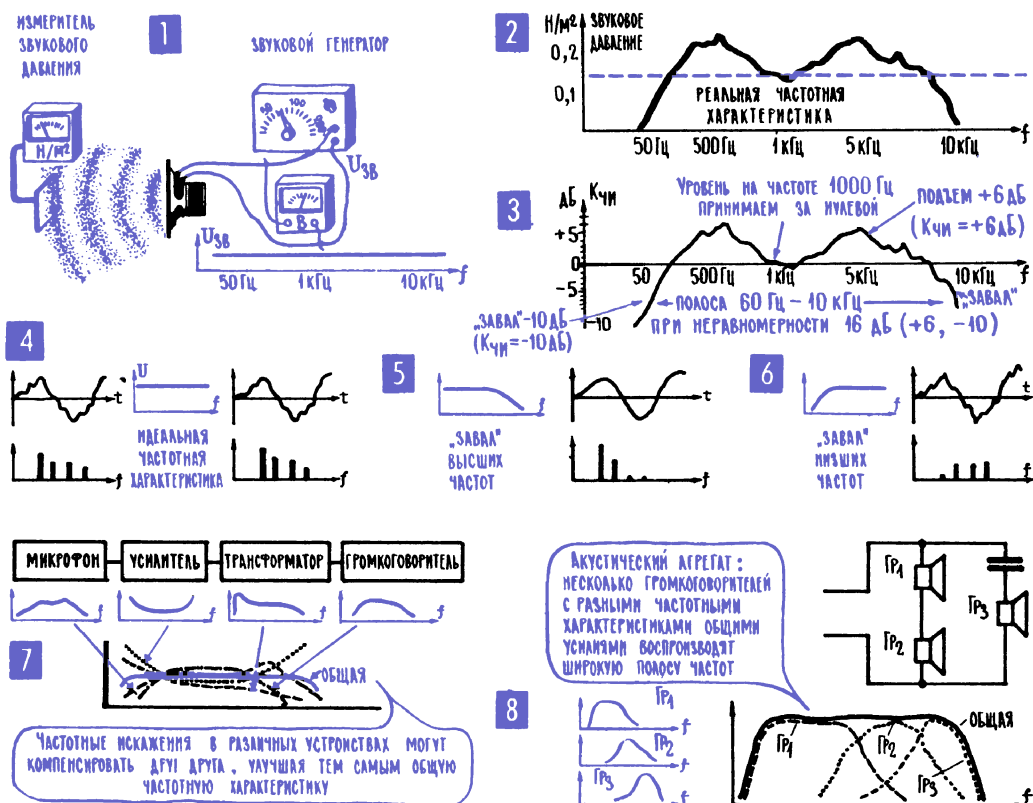
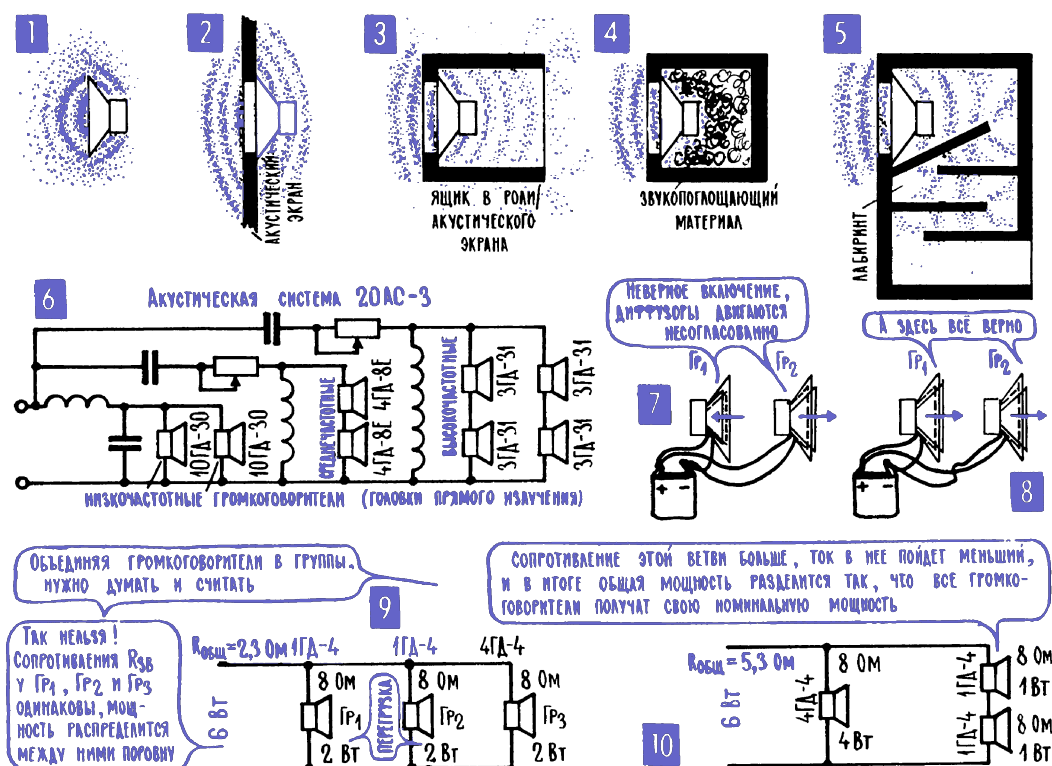

Рис. 8.8. Частотные свойства громкоговорителей (динамиков)
Рис. 8.9. Акустические системы (колонки)
13. Частотные искажения: в спектре сигнала меняются соотношения между отдельными составляющими. Другой вид искажений формы сигнала, с которым мы встречаемся в громкоговорителе, а затем еще не раз встретимся в других устройствах, – это частотные искажения. Здесь никакие новые составляющие в спектре не появляются, а меняются соотношения между «старыми» составляющими сигнала (рис. 8.8).
14. *Частотная характеристика громкоговорителя показывает, насколько хорошо он преобразует ток в звук на разных частотах.* С частотными характеристиками мы уже встречались, когда пытались выяснить, как ведут себя те или иные элементы электрической цепи при изменении частоты переменного тока (гл. 6; 18). Для того чтобы получить частотную характеристику громкоговорителя, нужно подвести к нему переменное напряжение, менять частоту этого напряжения (поддерживая все время одинаковой его амплитуду, число вольт) и одновременно измерять звуковое давление (рис. 8.8; 1). Желаемая частотная характеристика громкоговорителя – прямая линия, она говорит о том, что громкоговоритель будет одинаково хорошо преобразовывать ток в звук на всех частотах. Пусть даже не на всех. На всех, пожалуй, и не нужно, идеальным вполне можно было бы назвать громкоговоритель, если бы его частотная характеристика была прямой в диапазоне примерно от 20 Гц до 20 кГц, то есть в том диапазоне, в котором слышит человеческое ухо.
Частотные характеристики громкоговорителя с большим диффузором имеют понижение, или, как принято говорить, завал, в области высших частот – за счет большой инерции большому диффузору, захватывающему большие объемы воздуха, с увеличением частоты все труднее следовать за изменениями тока. Но зато громкоговорители с большим диаметром диффузора хорошо воспроизводят низшие звуковые частоты, и их так и называют – низкочастотными. А маленькие диффузоры, наоборот, легко двигаются на высших частотах, но плохо излучают на низших, за что их и называют высокочастотными. Есть громкоговорители универсальные, они удовлетворительно воспроизводят и весьма высокие частоты, и довольно низкие. Однако же если хотят воспроизвести очень широкую полосу звуковых частот, то создают акустические агрегаты, куда входят и низкочастотные громкоговорители, и высокочастотные (рис. 8.8; 8).
то характеристику эту изображают иначе. Звуковое давление на некоторой частоте, обычно на частоте 1000 Гц, принимают за единицу и на частотной характеристике показывают лишь изменения силы звука (звукового давления) по отношению к этой средней величине. Возле вертикальной оси ставят букву K или $K_{\text{чи}}$, обозначая таким образом коэффициент частотных искажений – он показывает, на сколько децибел (во сколько раз) звуковое давление на данной частоте больше (положительный $K_{\text{чи}}$) или меньше (отрицательный $K_{\text{чи}}$), чем на средней частоте 1000 Гц (рис. 8.8; 3). У идеального громкоговорителя звуковое давление на всех частотах одинаково, а значит, $K_{\text{чи}}$ всегда равен нулю, частотных искажений нет.
15. Акустический экран препятствует завалу низших звуковых частот. Когда диффузор движется вперед, он создает перед собой область сжатия, а позади – область разрежения. Во время обратного движения диффузора область сжатия появляется с тыльной стороны громкоговорителя, а впереди него – область разрежения. Иными словами, громкоговоритель одновременно излучает две звуковые волны (рис. 8.9; 1), причем сдвинутые по фазе на полпериода, на 180° . И если обе эти волны одновременно придут к нашему уху, то мы вообще ничего не услышим – противофазные волны просто скомпенсируют друг друга. В реальном случае полного взаимного «пожирания» звуковых волн не происходит (хотя бы потому, что диффузор вперед излучает эффективнее, чем назад), но ослабить друг друга они могут весьма заметно. Причем главным образом в области низших частот. Дело в том, что звуковая волна, которую создает тыльная, задняя поверхность диффузора, приходит к слушателю путем несколько более длинным, чем основная волна, и появляется некоторый дополнительный сдвиг фаз между этими звуковыми волнами. На высших звуковых частотах, которым соответствуют более короткие волны, даже небольшой разницы в путях от диффузора до уха достаточно, чтобы в прошлом противофазные волны пришли к станции своего назначения – к уху – в полном согласии, в фазе. А вот на самых низших частотах и даже на средних частотах дополнительный сдвиг фаз получается небольшим, и звук заметно ослабляется. Способ борьбы с этой довольно-таки серьезной неприятностью напрашивается сам собой: нужно просто удлинить путь, по которому «задняя» звуковая волна идет к уху. Иногда это делают с помощью акустического экрана (рис. 8.9; 2) – достаточно толстой (10–20 мм) доски из фанеры, дерева или древесно-стружечной плиты.
Деревянный или пластиковый корпус – это не просто декоративная деталь, он сильно влияет на качество звучания, причем сразу несколькими «рычагами». Во-первых, он выполняет роль акустического экрана (рис. 8.9; 3). Во-вторых, корпусу передаются колебания диффузора, и он сам превращается в излучатель звука. Излучатель довольно большой, а значит, увеличивающий звуковую мощность, особенно в самой трудной области – на низших звуковых частотах. Вот почему, конструируя корпуса для акустических агрегатов, думают не только о красоте форм или о внешней отделке. Главное внимание обращается на то, как использовать корпус для улучшения качества звучания, в частности для выравнивания частотной характеристики. Есть несколько приемов формирования необходимых акустических характеристик корпуса. Один из них – размещение громкоговорителей не только на передней стенке, но и на боковых. Это улучшает диаграмму направленности акустического агрегата, он более равномерно излучает звук во всех направлениях, создает ощущение объ-
Для подъема частотной характеристики в области низших частот в корпусе делают специально рассчитанные акустические лабиринты и фазоинверторы (рис. 8.9; 5) – устройства, которые определенным образом поворачивают фазу звуковой волны, создают условия для складывания, суммирования звуков, излучаемых разными участками акустического агрегата. На рис. 8.9; 6, 10 приведены типичные схемы акустических систем. Такие агрегаты, или, как их чаще называют, звуковые колонки, рассчитаны на разные типы громкоговорителей, на разную подводимую мощность. В зависимости от способов соединения громкоговорителей может быть различным и их общее сопротивление (рис. 8.9; 9, 10). Кстати, соединяя громкоговорители в группы, нужно их фазировать – то есть сделать так, чтобы все диффузоры одновременно двигались в одну и ту же сторону. Фазировку проще всего осуществить с помощью гальванического элемента, наблюдая, куда смещается диффузор при подаче тока (рис. 8.8; 7, 8).
Мощности, указанные на рис. 8.8; 9, 10, дают нам повод (таких поводов, правда, и раньше было довольно много) задуматься над проблемой, которая неизбежно ведет к следующей главе. Для создания достаточно громкого звука нужен электрический сигнал мощностью в несколько ватт, а то и в несколько десятков ватт. Даже в карманном приемнике, от которого особой громкости никто не требует, и то нужен электрический сигнал мощностью в десятые доли ватта.